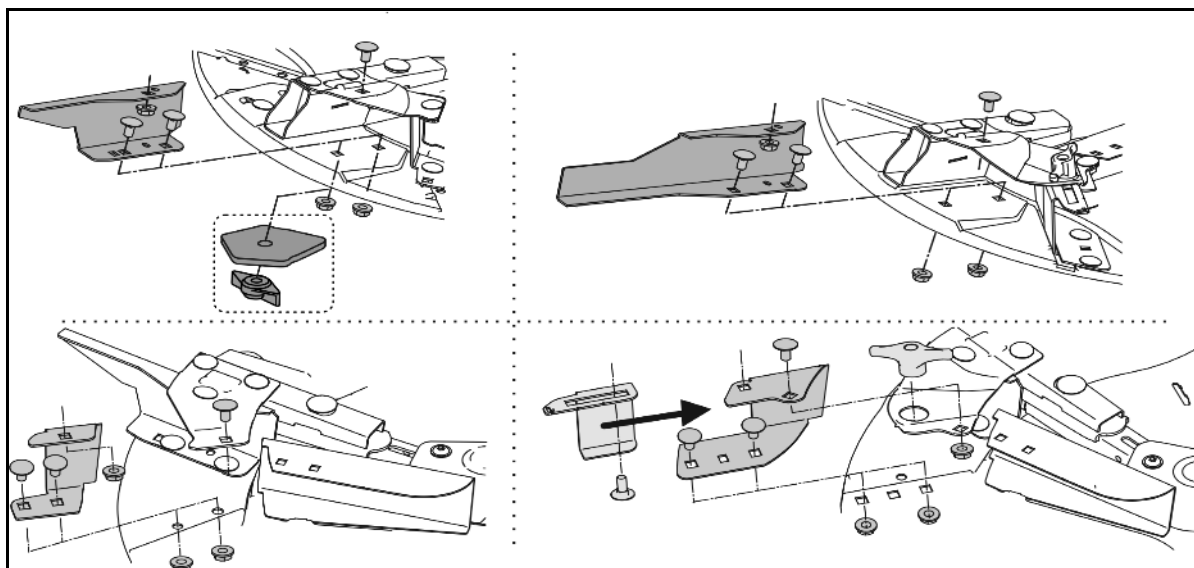

Bild 70
3. Kontrollera att reglerspjället (Bild 70/1) går lätt och ställ in ställringarna om så behövs.